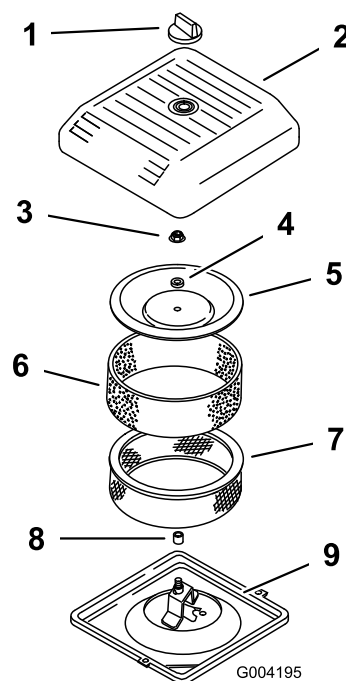

Figure 44
3. Dévissez le bouton et déposez le couvercle du filtre à air (Figure 44).
4. Glissez délicatement le préfiltre en mousse hors de l'élément en papier (Figure 44).
5. Dévissez l'écrou du couvercle et enlevez le couvercle, l'entretoise et l'élément en papier (Figure 44).
2. Posez l'ensemble filtre à air sur sa base (Figure 44).
3. Montez le couvercle, l'entretoise et fixez-le avec l'écrou (Figure 44). Serrez l'écrou à 11 Nm.
4. Remettez le couvercle du filtre à air et fixez-le à l'aide du bouton (Figure 44).